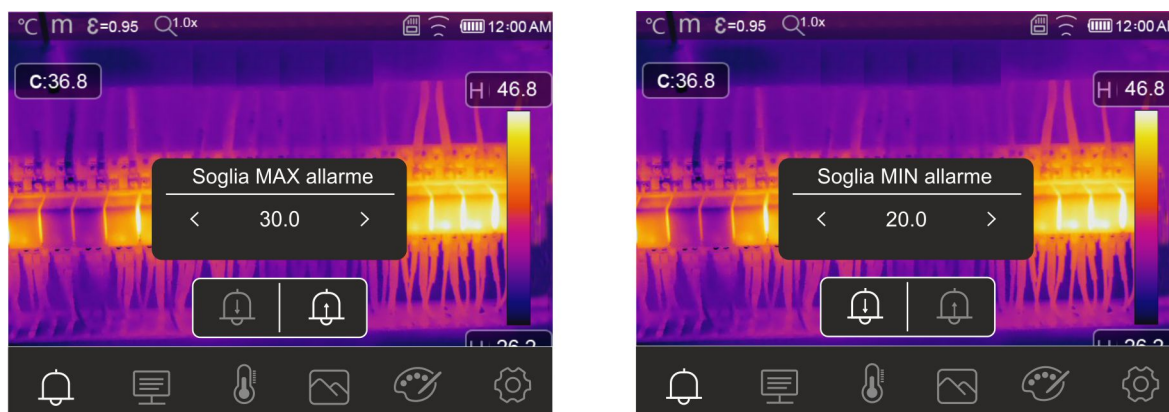

Fig. 45: Impostazione soglie limite su allarmi
3. Toccare l'icona "🔔" per definire il valore di soglia **superiore** associato all'allarme. La videata di Fig. 45 – parte sinistra è mostrata a display
5. Toccare l'icona "🔔" per definire il valore di soglia **inferiore** associato all'allarme. La videata di Fig. 45 – parte destra è mostrata a display